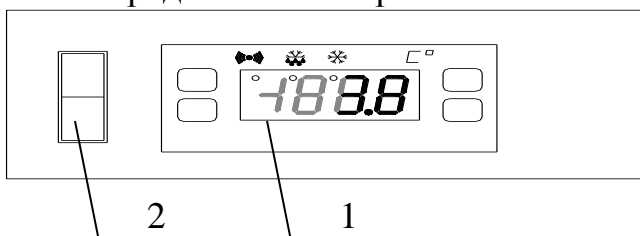

Рис.2 Панель управления
7.4. Панель управления представлена на рис.2